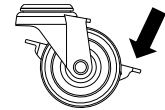

Fig.3.1
- 作業中、及び移動を完了した機器は、必ずキャスターブレーキをロックさせて動かないようにしてください。(Fig.3.1)